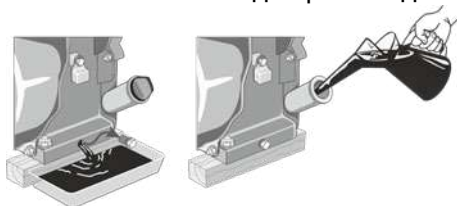

Рисунок 7. Схема заміни моторного мастила.
6.4.1 Порядок заміни моторного мастила (рис. 7):